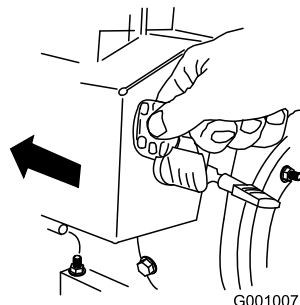

Bild 24
5. Stecken Sie den Zündschlüssel ein (Bild 24).